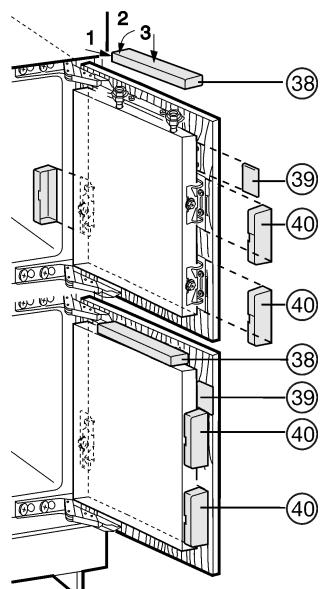

Fig. 27
- Mettre en place les caches supérieurs Fig. 27 (38) et les encliquer.
- Poser les caches latéraux Fig. 27 (39); les faire glisser jusqu'à la butée puis appuyer sur les caches jusqu'à ce que vous les entendiez encliquer.
- Faire coulisser les caches Fig. 27 (40) latéralement, ensuite les tirer vers l'avant à l'aide d'un tournevis jusqu'à ce qu'ils encliquettent.